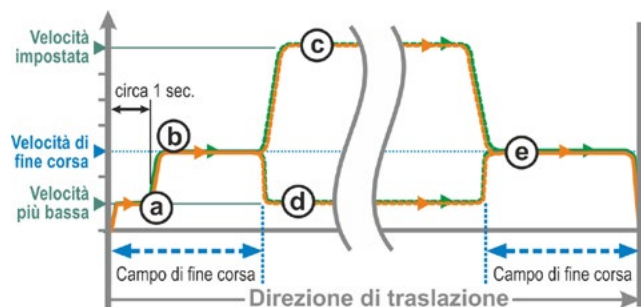

Fig. 1: Velocità di fine corsa "Normale"
- esce dalla posizione di fine corsa alla velocità più bassa di circa 1 sec. (fig. 1: curva **a**), per poi passare alla velocità di fine corsa, si veda **b**;